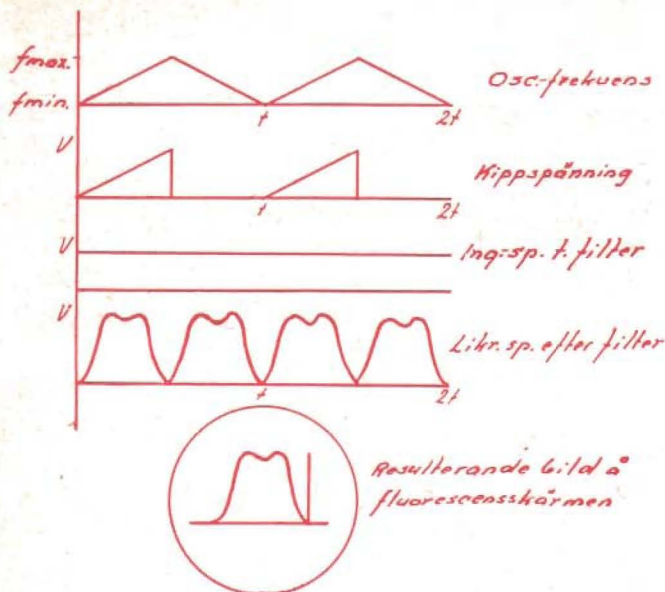
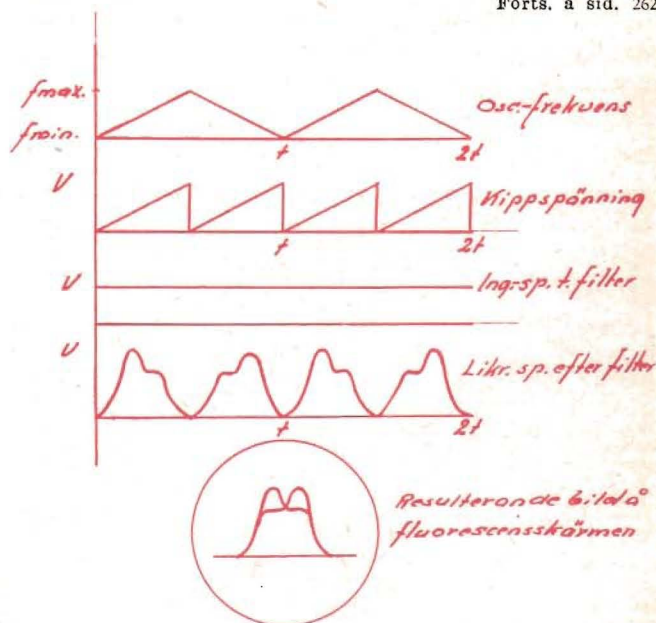

Fig. 3. Kurvorna åskådliggöra de olika förloppen vid trimningsoscillograf med enkel bild.
Fig. 4. Kurvorna åskådliggöra de olika förloppen vid oscillograf med dubbel bild. För tydlighets skull visas i detta fall kurvorna för ett snedtrimmat filter.
Fig. 3. Högfrekvensspänningsdelare av motståndstyp. Medelst omkopplaren inställas på önskat spänningsområde, varefter reglering av utgångsspänningen sker med potentiometern. Spänningen över denna inställas från början på ett visst normalvärde medelst rörvoltmetern RV eller med hjälp av ett termoinstrument, om spänningen är mycket liten. Denna typ av spänningsdelare är mycket vanlig i signalgeneratorer.
Fig. 5. Det praktiska utförandet av spänningsdelaren i fig. 4. Den är uppdelad på två från varandra skärmade sektioner för undvikande av kapacitiv överföring av spänningen mellan de första och sista stegen. Motstånden äro lindade med liten tråd på tunna strimlor av isolermaterial, varigenom de bliva tillräckligt induktans- och kapacitetsfria.
Fig. 3 visar en ordinär hf-spänningsdelare av motståndstyp. Denna reglerar den utgående spänningen dels stegvis, dels kontinuerligt. Dessa regleringar ske med skilda rattar på generatorns frontplatta. Varje steg i dämpsatsen efter potentiometern ned-sätter spänningen tio gånger. Varje sådant steg är avskärmat från de övriga vid riktigt fina generatorer, så att ingen högfrekvens på kapacitiv väg skall kunna överföras från ett föregående steg i dämpsatsen till ett efterföljande, ty i så fall skulle ju ej spänningsdelningen på 1:10 stämma.
Fig. 4. Samma typ av spänningsdelare som i fig. 3 men icke kontinuerligt reglerbar. Utgångsspänningen regleras stegvis mellan 1 och 20 000 μ V. (Tillhör den i Populär Radio nr 9, 1934, beskrivna signalgeneratoren.)
Fig. 3. Anordning för kalibrering av rörvoltmetrar. Potentiometern P_1 kopplas över 3-, 5- eller 8-voltsuttaget på transformatorn allt efter rörvoltmeterns mätområde. En noggrann växelströmsvoltmeter (V) bör användas. Sedan utslaget för viss växelspanning avlästs på likströmsinstrumentet, bör man genast kontrollera att växelspanningen ej under tiden ändrat sig. Kontakten B på rörvoltmetern bör fördras.